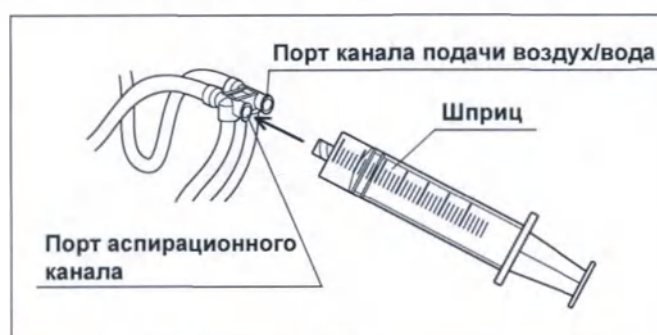

Рис. 6.15
- 1 Присоедините шприц к порту аспирационного канала инъекционной трубки. (см. рис. 6.15)
(см. рис. 6.15)